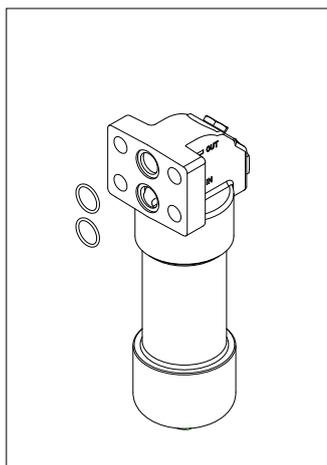

fig. 31
- (Fig. 31) Sostituire gli O-ring del manifold